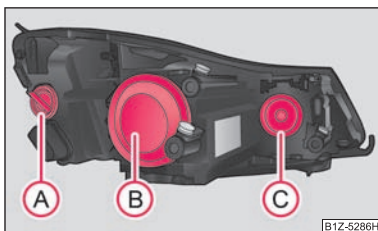

Fig. 192 Farurile din față: Poziția becurilor
Poziția becurilor în farurile din față ⇒ fig. 192.
- Scoateți capacul de protecție (B) ⇒ pagina 220, fig. 192.
- Scoateți capacul de protecție (C) ⇒ pagina 220, fig. 192.